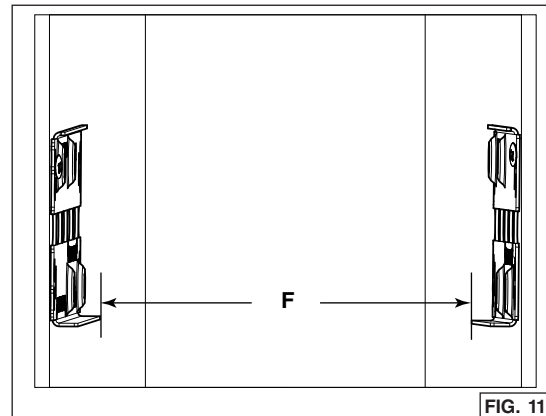

FIG. 11
7. Mesurer la distance entre les rebords du bas des deux supports (**F**) (FIG. 11). Le tableau ci-dessous indique les distances apprôchées nécessaires :